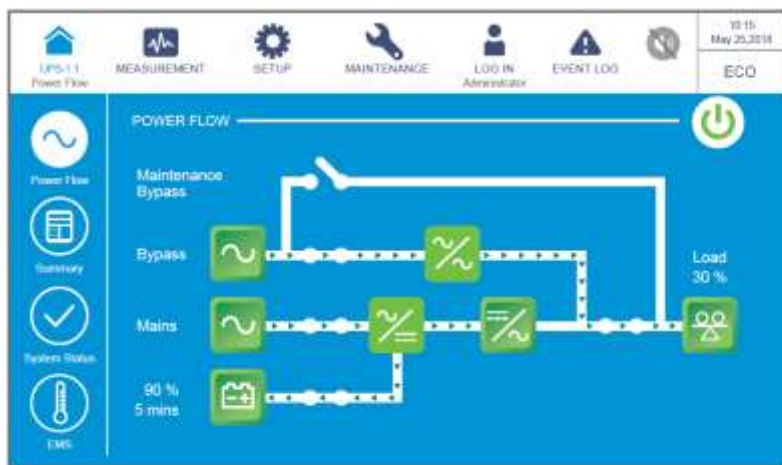

Рисунок 6-26: Экран ECO-режима
- 11) После выбора 'YES' для запуска инвертора ИБП, каждый силовой модуль запустится и выполнит самопроверку. В это же время система начинает синхронизацию с байпасным источником переменного тока. После завершения самопроверки ИБП автоматически перейдет в режим работы от батарей. После того, как система подтвердит, что байпасное напряжение в норме, ИБП автоматически переключится в ECO-режим, чтобы обеспечить подачу питания с байпасного источника переменного тока (см. **Рисунок 6-26**). В этот момент трехцветный светодиодный индикатор загорается зеленым цветом, и появляется